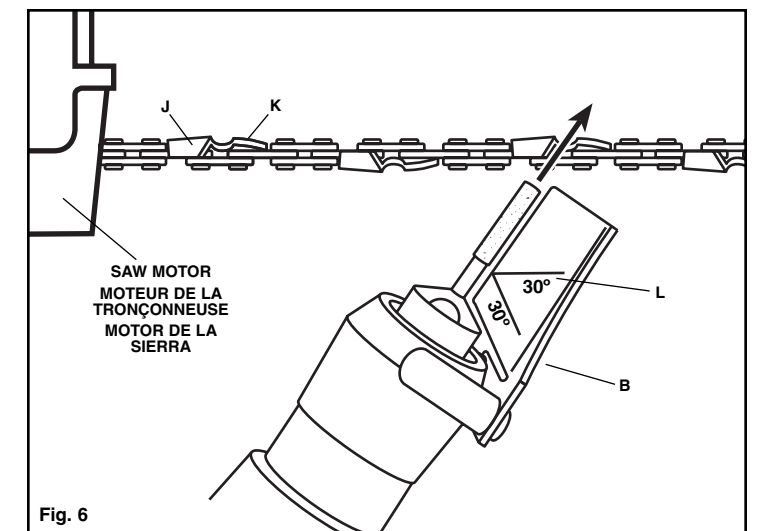

Fig. 6
4. Turn the saw around so that you are looking at the side of the chain bar with the motor to your left. Sharpen the cutter teeth on the far side of the chain, from inside to outside, or away from you, as shown in Figure 6. The guide should be laid flat on the tooth with the 30° index line parallel with the chain.
4. Faites pivoter la tronçonneuse de manière à ce que le côté de la barre de chaîne soit face à vous, mais cette fois avec le moteur à votre gauche. Affûtez les dents tranchantes situées du côté opposé de la chaîne, de l’intérieur vers l’extérieur (en s’éloignant de soi) comme indiqué à la figure 6. Le guide doit être posé à plat sur la dent avec le repère à 30° parallèle à la chaîne.